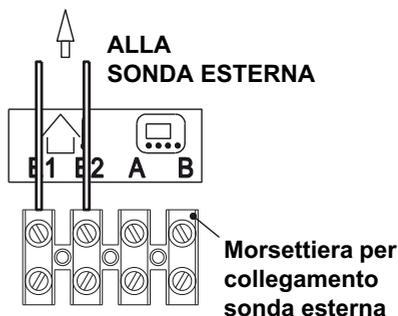

Fig. 5.24
- Collegare ai morsetti **E1** e **E2** della morsettiatura i due conduttori elettrici come indicato in Fig. 5.24.